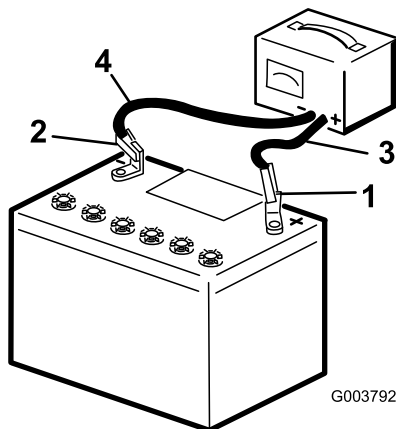

Figura 38
2. Cargue la batería durante 4 a 8 horas a un ritmo de 3 a 4 A (Figura 38). No sobrecargue la batería.
3. Cuando la batería esté completamente cargada, desconecte el cargador de la toma de electricidad, luego desconecte los cables del cargador de los bornes de la batería (Figura 38).